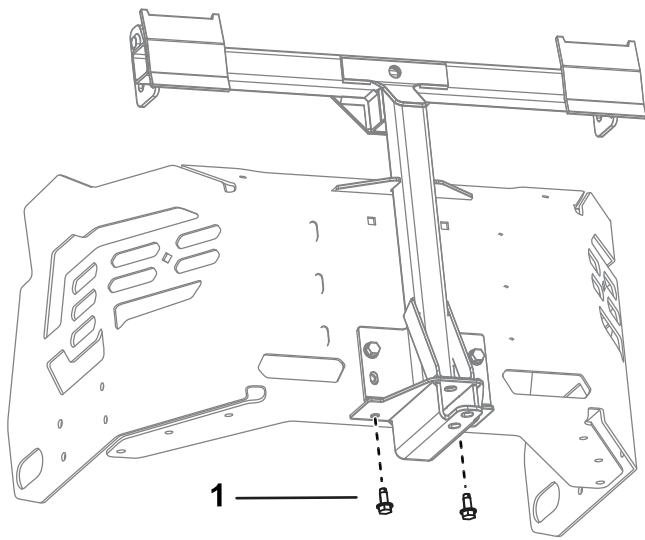

Figure 16
3. Retirez les 2 vis autotaraudeuses du bas du cadre de la machine (Figure 16).
5. Fixez le cadre pivotant au bas du cadre de la machine à l'aide de 2 vis autotaraudeuses (5/16" x 3/4"), comme montré à la Figure 16.